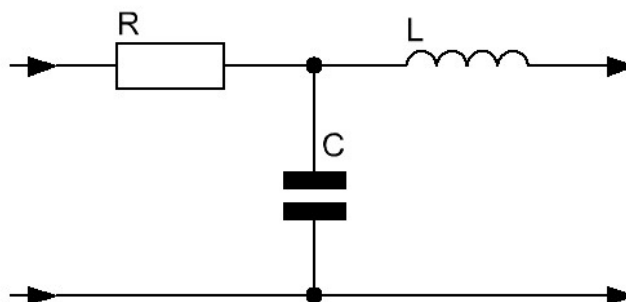

Рисунок 10
2) Дано:  $R=20$  Ом;  $\omega L=20$  Ом;  $1/\omega C=20$  Ом. Записать уравнения несимметричного четырехполосника (рисунок 10) в форме А.